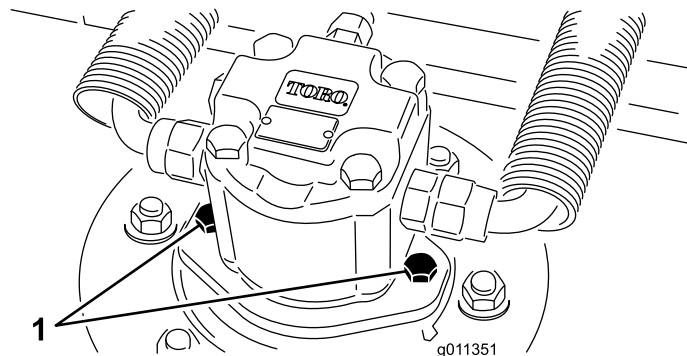

Figure 10
2. Débranchez et retirez le moteur hydraulique du plateau de coupe (Figure 10). Couvrez le dessus de l'axe pour éviter toute contamination.
- Montez le moteur hydraulique sur le plateau de coupe (Figure 10). Vérifiez que le joint torique est en place et en bon état.